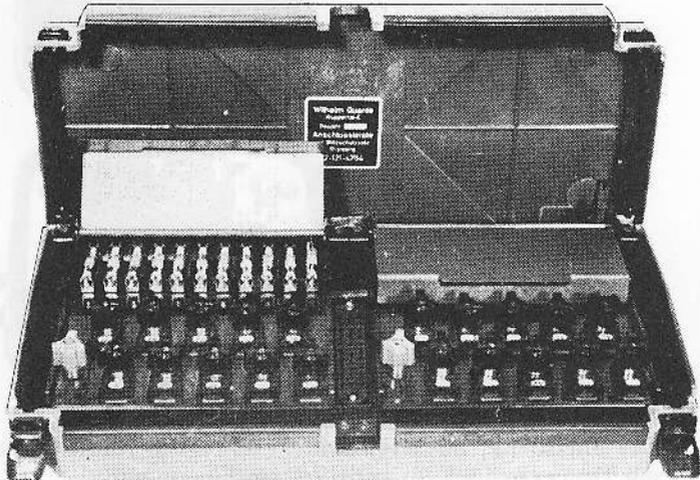

Bild 15
- 1.4.3. Der Fernmelde-Anschlußkasten mit Blitzschutz (Bild 15) besteht aus einem Kunststoffgehäuse mit zwei Einsätzen und aufstellbarem Deckel. Der Deckel wird im geöffneten Zustand durch zwei Rasthaken gehalten.